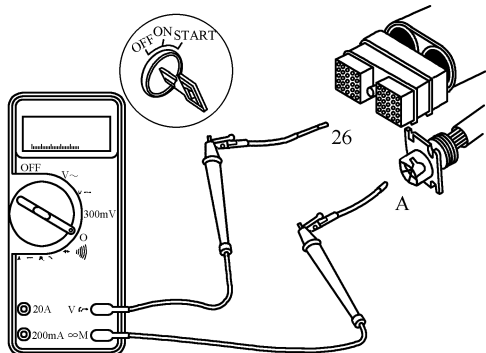

图 5-49 测量触针 26 与触针 A 之间的电阻
(2) 电阻检查
① 断开钥匙开关, 从 ECM 上断开 OEM 线束插头, 再从 OEM 线束上断开 6 针 Deutsch 插头。测量 ECM 插头上触针 26 与 6 针插头上的触针 A 之间的电阻(图 5-49), 应小于 10Ω , 即显示闭路。如果电路不是闭路, 应维修或更换 OEM 线束。